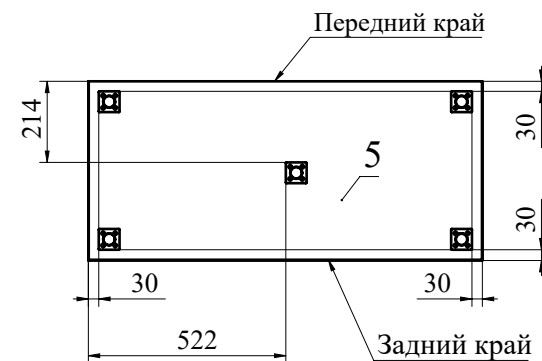

Рис. 7
- При помощи шурупов 3,5х16 прикрутите опоры регулируемые к детали 5 (Рис. 7).